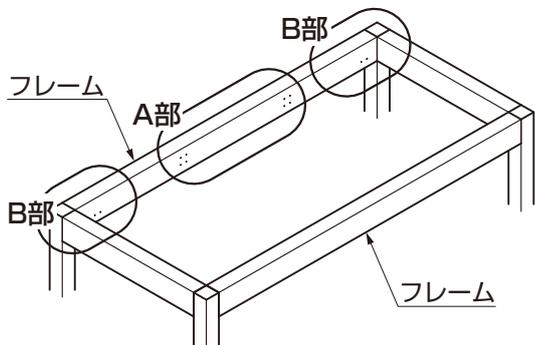
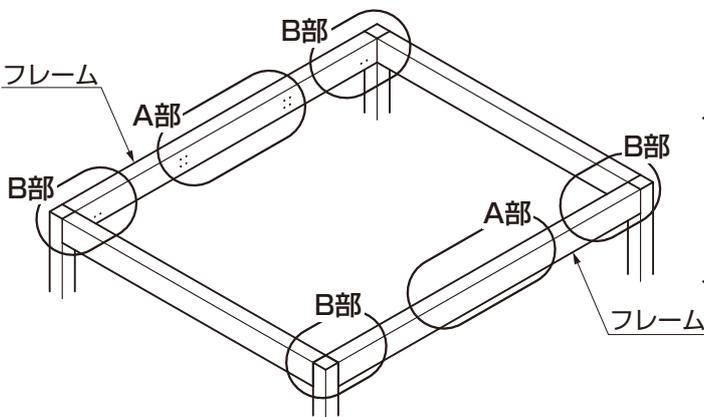
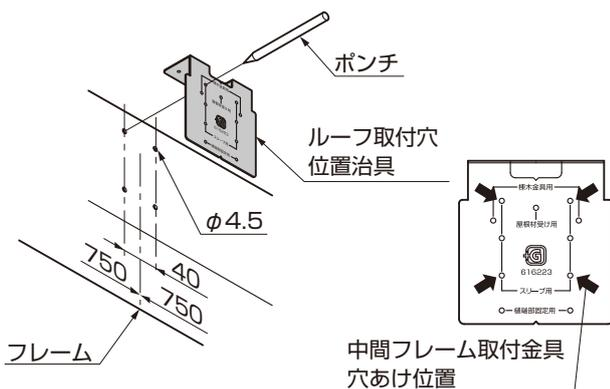
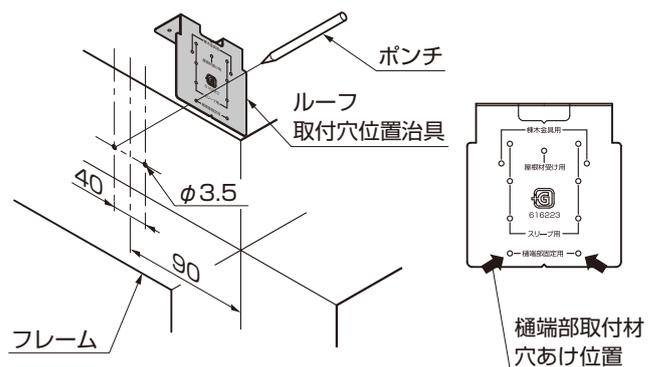

図2-1 シングルの場合
図2-3 ダブルの場合
図2-5 A部中間フレーム取付金具の穴あけ
図2-6 B部樋端部取付材の穴あけ
- ①ルーフ取付穴位置治具をあて、ポンチ等でケガキからドリルで $\phi 4.5$ の穴を雨樋を取付ける側のフレームにあけてください。(図2-1、図2-3、図2-5参照)
- ②フレーム面から90mm程度の位置にルーフ取付穴位置治具をあて、ケガキ、ドリルで $\phi 3.5$ の穴を雨樋を取付ける側のフレームにあけてください。(図2-1、図2-3、図2-6参照)